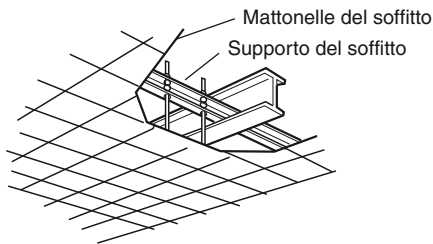

Fig.3-4
- Usare supporti per soffitto esistenti o costruire un supporto adatto (Fig. 3-4).